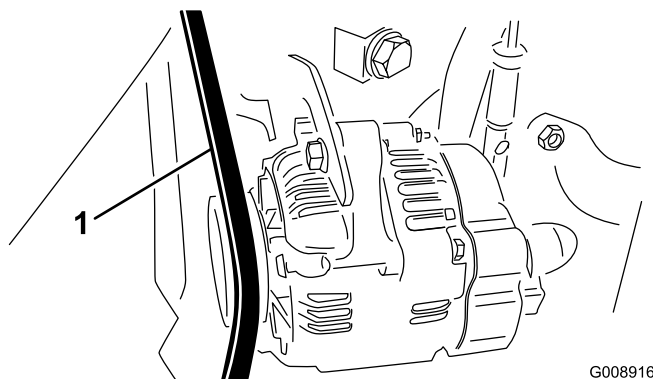

Рисунок 69
2. Проверьте натяжение, надавив на ремень генератора/вентилятора посредине между шкивами генератора и коленчатого вала с усилием 30 Н·м (Рисунок 69).